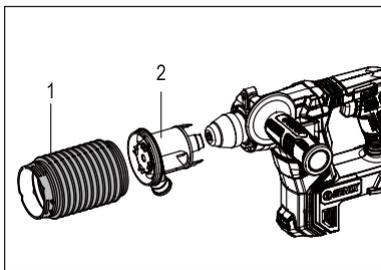

Рис.4
Прикрепите пылесборник (1) адаптеру (2). Затем выровняйте и вставьте в прорези на прокладке (рис. 4).